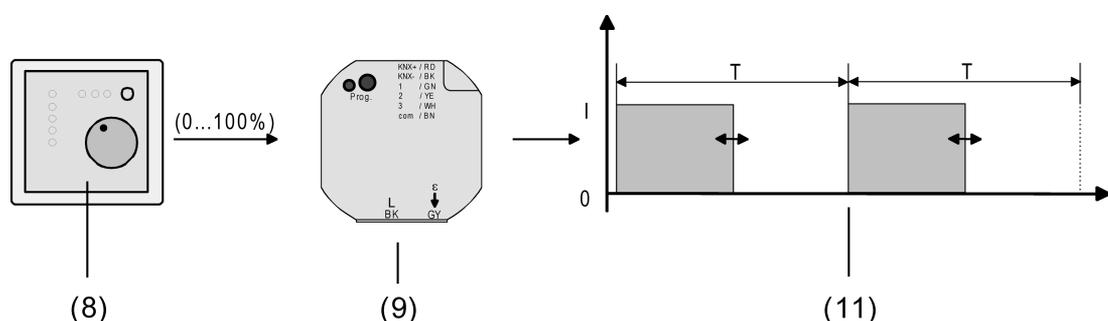

Figura 18: Principio di grandezza regolante con grandezza regolante continua
(8) Regolatore di temperatura ambiente (RTA) (grandezza regolante a "1 bit")
(9) Attuatore riscaldamento
(10) Segnale d'uscita a commutazione per azionamenti valvole
Il telegramma valore ricevuto tramite l'oggetto a 1 byte "Grandezza regolante" viene convertito dall'apparecchio, in modalità normale, in un segnale di commutazione equivalente con modulazione a larghezza d'impulsi in corrispondenza delle uscite valvola (figura 18). Il valore medio del segnale d'uscita risultante da questa modulazione, nel rispetto del tempo di ciclo impostabile nell'apparecchio (T), indica la posizione media della valvola di regolazione e rappresenta dunque un riferimento per la temperatura ambiente impostata (v. "Modulazione a larghezza d'impulsi con grandezze regolanti continue e posizioni nominali valvola continue").